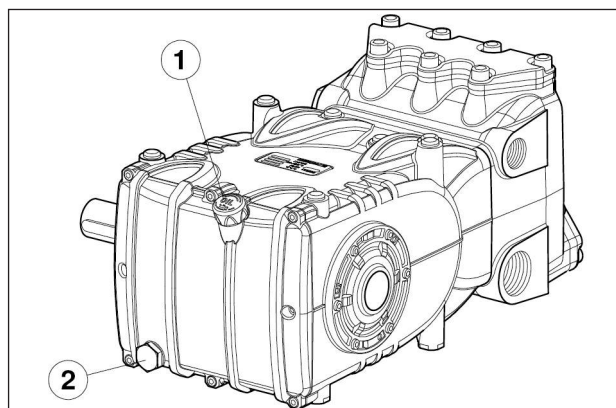

Fig. 3
Controllare il livello dell'olio, se necessario rabboccare Dall'asta livello olio pos. ①, Fig. 3.
Il controllo corretto del livello dell'olio si esegue con la pompa a temperatura ambiente, il cambio dell'olio va eseguito con pompa a temperatura di lavoro rimuovendo: l'asta livello olio pos. ①, e successivamente il tappo pos. ②, Fig. 3.
Predisporre l'impianto in modo tale da non superare in nessun caso i **110 °C (230 °F)** di temperatura dell'olio durante il funzionamento della pompa. Utilizzare una sonda di temperatura da infilare all'interno del tappo scarico olio pos.(2) fig.3. Vedere manuale "PROTEZIONE ANTIDEFILAGRANTE ATEX".